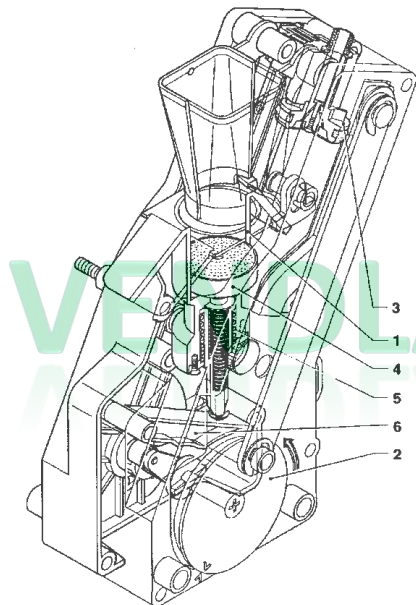

Рис. 16
При наборе порции молотого кофе ручка редукторного двигателя приводит в действие диск (2), расположенный снаружи узла, который поворачивается на 180°, наклоняя заварочную камеру и опуская верхний поршень (3) (см. рис. 16). Под напором воды пружина подготовки заваривания (5) сожмется, и нижний поршень (4) переместится вниз на 4 мм, обеспечивая образование водяной подушки, позволяющей осуществлять равномерное заваривание порции кофе. В конце цикла дозирования, в течение 3-секундной паузы, пружина подготовки заваривания (5) выпустит воду через третий канал электромагнитного клапана дозатора, слегка сжимая использованную порцию кофе. При завершении вращения редукторный двигатель вынуждает поворотную рукоятку (6) поднять поршни и использованную порцию кофе. В то же время при повороте камеры заваривания в вертикальное положение шабер кофейного бункера захватывает и сбрасывает использованный кофе. Нижний поршень возвращается в нижнюю мертвую точку.